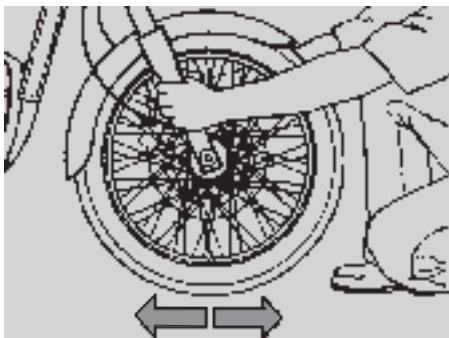

Fig. 41
### **CONTROLLO DELLO STERZO (Fig. 41 ÷ 43)**
- ◆ Scuotere la forcella nel senso di marcia (Fig. 41).